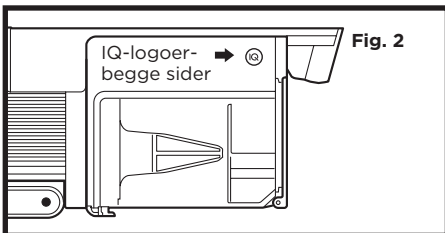

Fig. 2
2. Finn sensorene inne munnstykket på håndstøvsugeren. Sensorene er på de indre veggene av munnstykket, omtrent 3 tommer ned luftbanen, justert med IQ-logoene (fig. 2.) på utsiden.